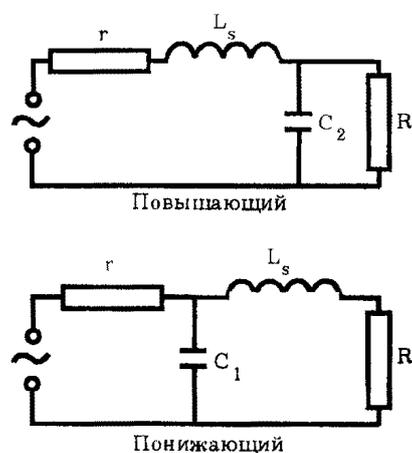

Рис. 7. Два возможных упрощенных эквивалента для ориентировочного расчета точки ВЧ перегиба — для повышающего или понижающего трансформаторов соответственно
Мы доберемся до поведения трансформатора на ВЧ позднее, а сейчас индуктивность рассеяния приводит к спаду в 3 дБ, когда общее индуктивное сопротивление равняется последовательной сумме r и R , а не параллельной. Первичная индуктивность уже не имеет никакого значения, так что мы убираем ее из схемы (рис. 7). С 2 кОм-ным источником индуктивность рассеяния будет производить спад на 3 дБ, когда ее индуктивное сопротивление составит 10 кОм.
**** Из формулы, определяющей полюс интегрирующего звена (см. рис. 7) $f = \frac{1}{2\pi RC_1}$; При одинаковом в обоих случаях C_1 , сопротивление R в первом случае равно $1,6$ кОм, во втором случае — $7,4$ кОм. Таким образом $7,4 : 1,6 = 4,625$. Во столько раз сузится полоса.